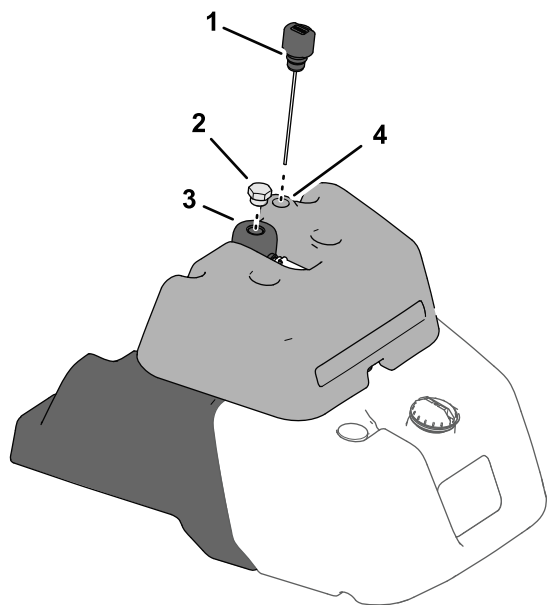

Figura 36
- Se la vostra macchina è dotata di un indicatore del carburante nella parte superiore del serbatoio del carburante, individuate l'asta di livello per l'impianto idraulico nella parte superiore del serbatoio del rilevatore di perdite (Figura 36) e procedete al passaggio 3.